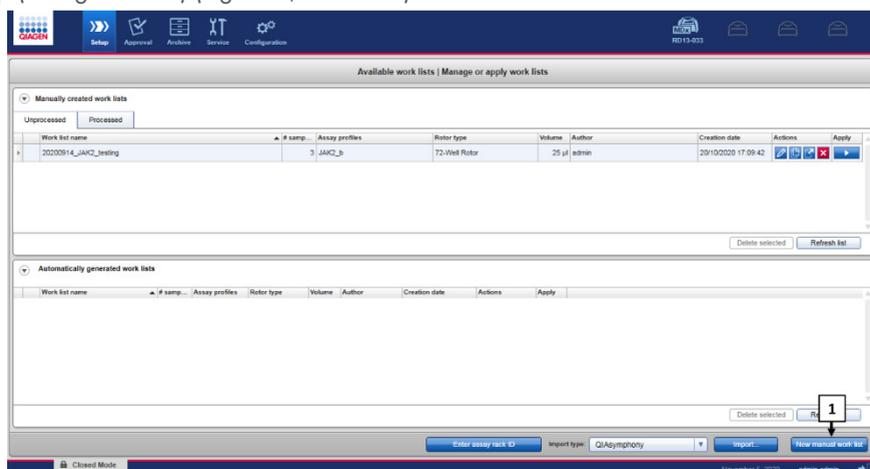

Figura 8. Creazione dell'elenco di lavoro. 1: Pulsante per la creazione del nuovo elenco di lavoro.
4. Fare clic su **"New manual work list"** (Nuovo elenco di lavoro manuale) nell'ambiente Setup (configurazione) (Figura 8, numero 1).